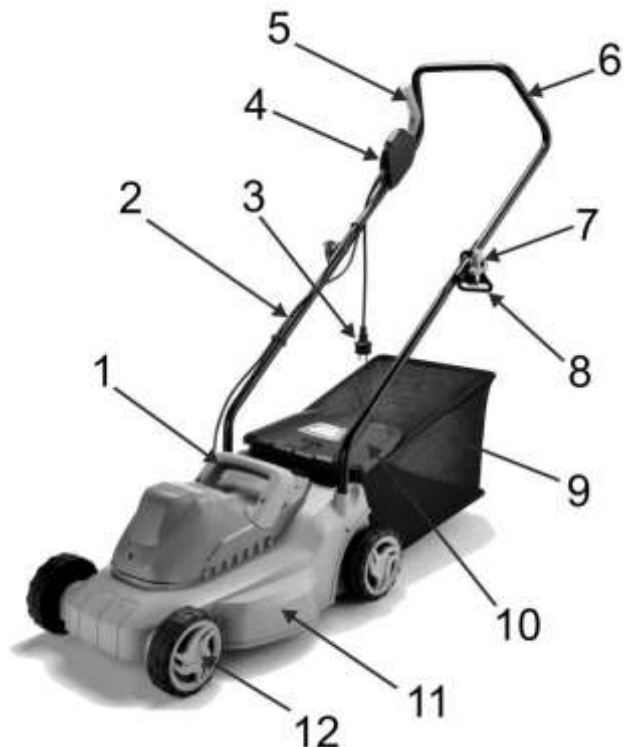

Рис. 1
- Установите верхнюю часть рукоятки управления на нижнюю. Зафиксируйте положение барашковой гайкой (7)(См. Рис.1; 2).
- **Для включения газонокосилки:** нажмите кнопку блокировки от случайного пуска (4) (См. Рис.1; 3), и удерживая ее в этом положении, нажмите на пусковой рычаг (5) (См. Рис.1; 3).
- **Для выключения газонокосилки:** отпустите пусковой рычаг (5) (См. Рис.1; 3) и отсоедините косилку от сети питания.